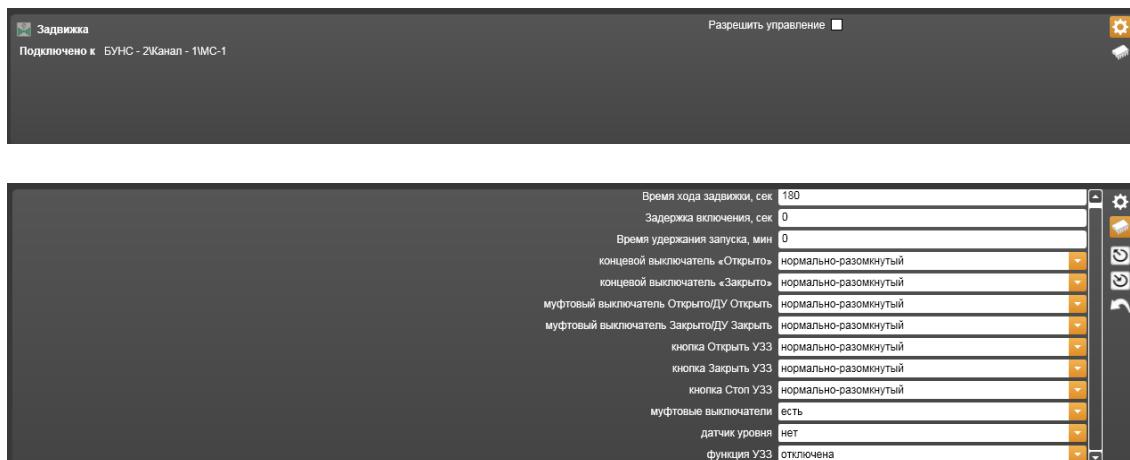

Рисунок 14.3.46 – Свойства устройства ШУЗ (**Задвижка**)
7) ШУЗ (**Задвижка**) (Рисунок 14.3.46).
- – **Параметры по умолчанию** – значок, при щелчке на котором происходит считывание параметров из памяти компьютера в таблицу параметров текущей закладки (Нижний рисунок 14.3.46).